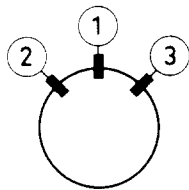

Fig. 4b
4. En faisant basculer l'unité de déflexion à l'horizontale, les lignes horizontales du bleu et du rouge du haut et du bas de l'image ainsi que les lignes verticales du bleu et du rouge sur la gauche et la droite sont superposées. Si l'unité de déflexion est dans la bonne position, placer les ailettes ② et ③ dont les bandelettes de papier sont ôtées, selon la Fig 4b ou 5b. Presser avec insistance la partie collante de ces ailettes contre le verre du tube image.